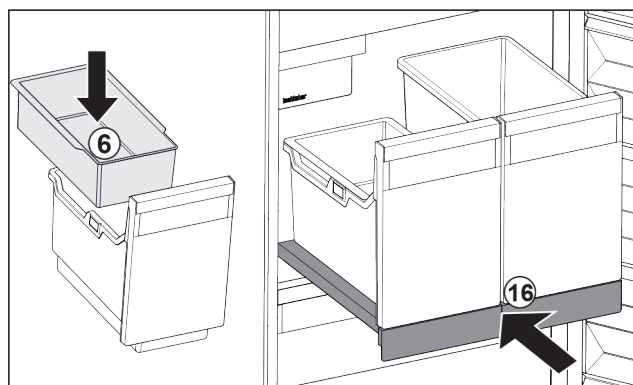

Fig. 201
- Umetnite ovjesnu posudu Fig. 201 (6) za kockice leda.
- Gurnite izvlačnu ploču sa spremnikom (IceTower). Fig. 201 (16)